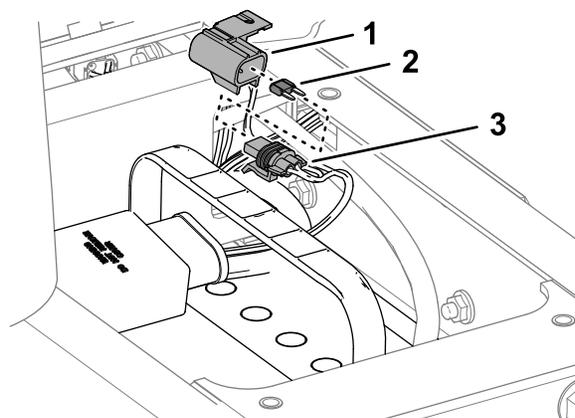

Рисунок 69
2. Снимите крышку со встроенного держателя предохранителя (Рисунок 69).